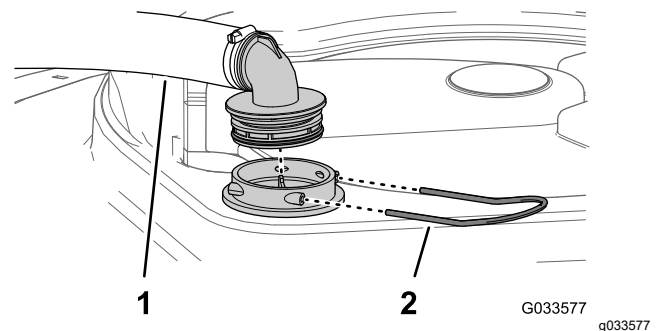

Figura 28
2. La partea de sus a rezervorului de pulverizare, îndepărtați opritorul care fixează racordul de furtun atașat la furtunul mare de la carcasa filtrului (Figura 28).
3. Îndepărtați furtunul i racordul pentru furtun de la carcasa filtrului (Figura 28).